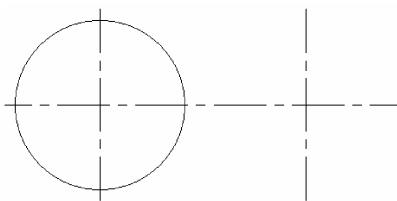

图 2-56 确定 $\phi 30\text{mm}$ 的圆心
3) 确定 $\phi 30\text{mm}$ 的圆心。单击拉伸按钮 ，拾取水平的中心线，向右拉伸与上步所做的线交与一点，操作结果如图 2-56 所示。